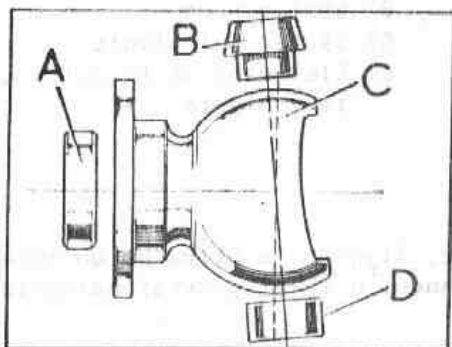

Fig. F-37 Posiciones del cojinete y casquillo
- 3.3. También a presión se instalará el casquillo Railko, B (Fig. F-37) en la parte superior de la caja del alojamiento del pivote, y la pista exterior, D, situándola en posición.